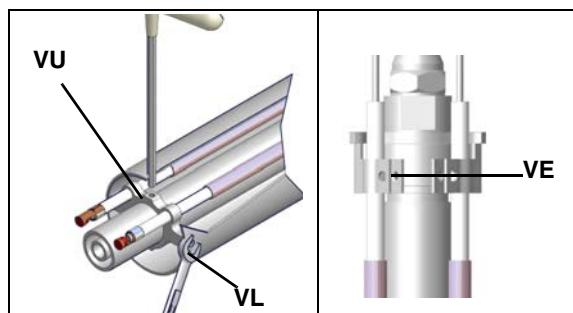
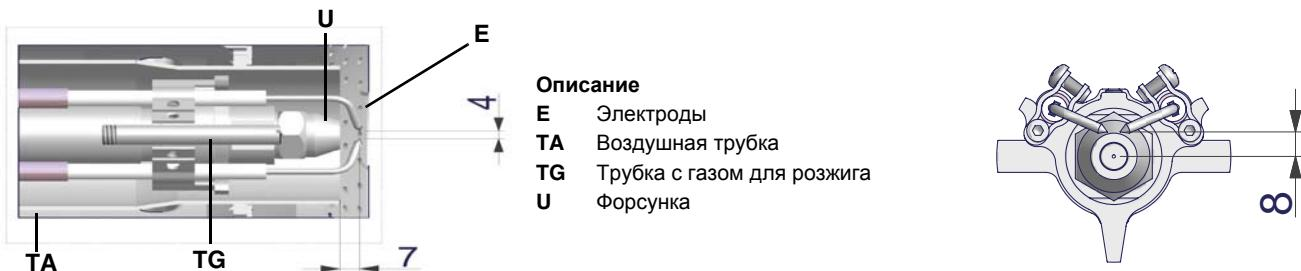

Рис. 34.
Рис. 35
**ВНИМАНИЕ:** для того, чтобы отрегулировать положение форсунки относительно воздушной трубы (Рис. 35), воздействовать на винт **VU**, после закрепления винта **VL** (Рис. 34).
Отрегулировать положение электродов и форсунки, соблюдая размеры, указанные на Рис. 35.